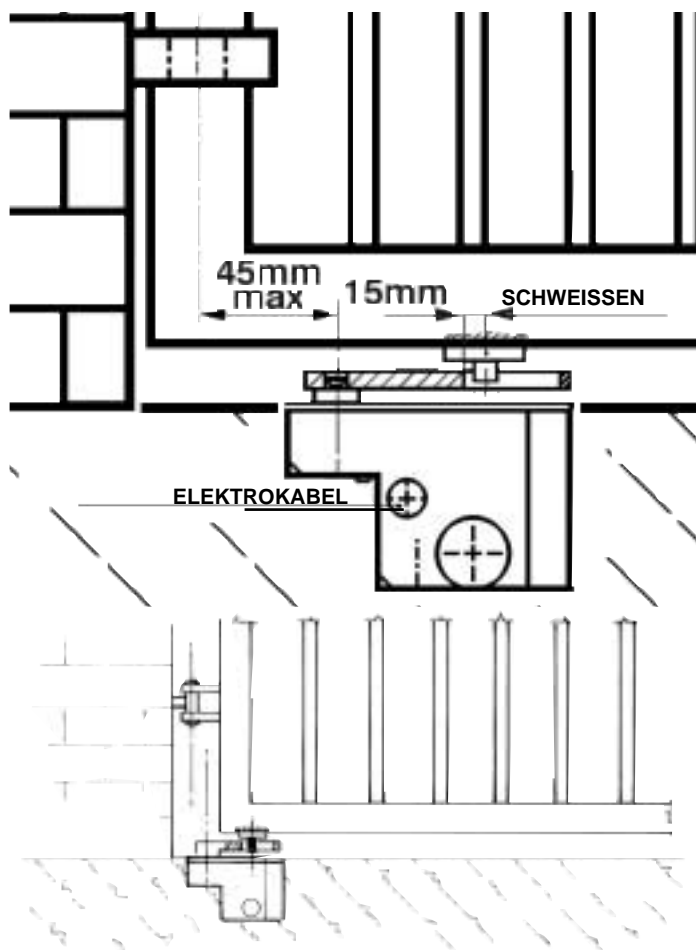

Abb. 7
**MAGIC 105°****FIG.7 - ZUGHEBEL VERSETZTER EINBAU (BIS 4,5 MM) ZU DEN TORSCHARNIEREN**
**B** - Mit dem Stift an das Tor schweißen (vgl. Abb. 7).